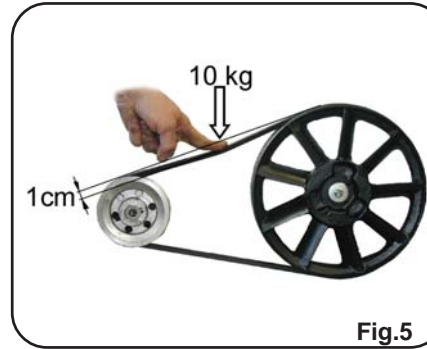

Fig.5
- ➔ La courroie est détendue ou usée: retendre ou changer la courroie(Fig. 5)
- ➔ Contrôle tension courroie: Pour garantir le rendement du compresseur.(Fig. 5)